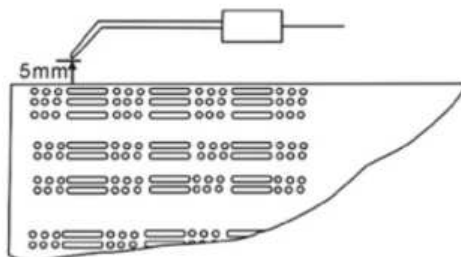

Fig. 5
4.5.2. Contrôlez la position de l'électrode de démarrage (voir Fig. 5).